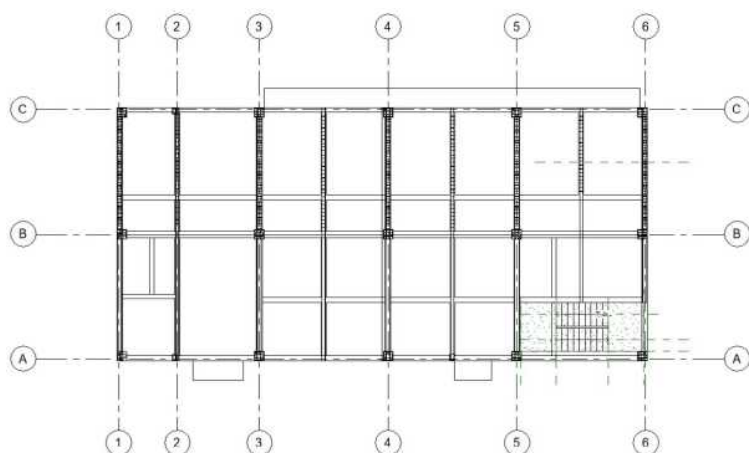
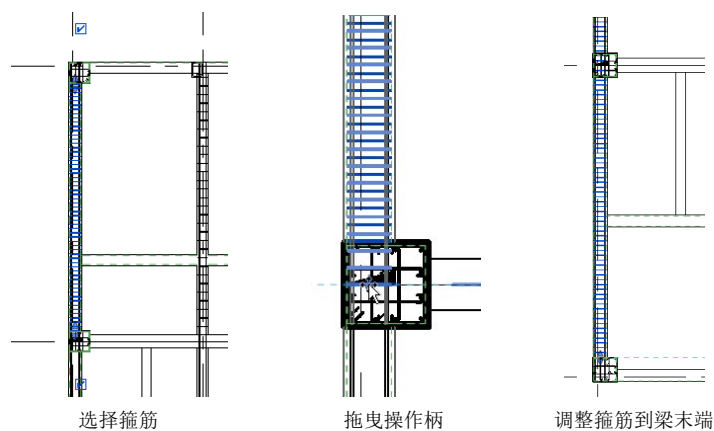

图 15-110 二层视图
图 15-111 调整箍筋
(18) 在“项目浏览器”中双击“结构平面”节点下的“二层”，将视图切换到二层结构平面视图，在“控制”栏中将“视觉样式”更改为“线框”，显示布置的钢筋如图 15-110 所示。
(19) 从图 15-110 中可以看出梁上箍筋没有布置满梁，所以选择梁上的箍筋，然后拖曳控制操作柄到梁末端，如图 15-111 所示。